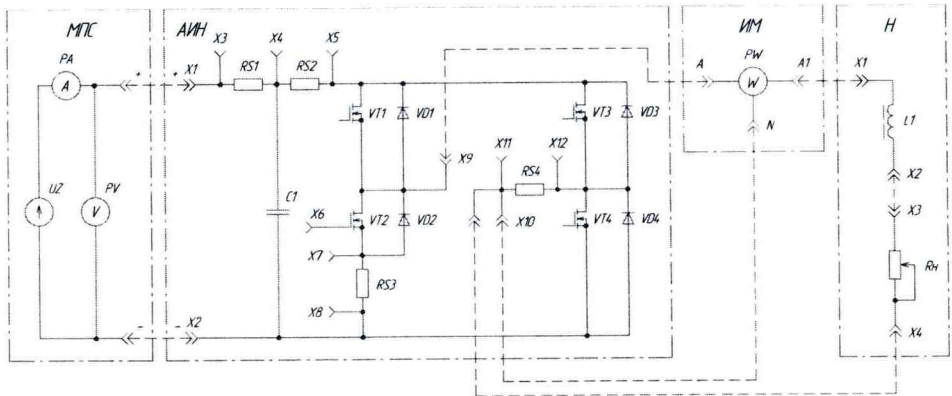

Рис. 9.1. Принципиальная схема для исследования АИН
1. Собрать схему в соответствии с рис. 9.1.
1. Собрать схему для исследования АИН в соответствии с рис. 9.1. Дополнительные внешние соединения показаны штриховыми линиями.